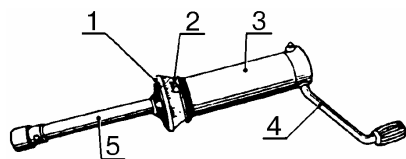
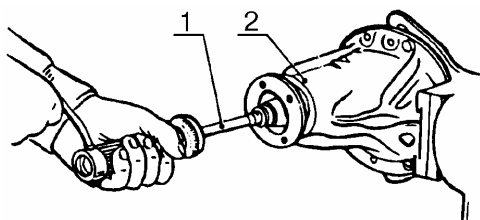

Рис.16.
Рис.17.
6.10.1 Установить указатель 2, рис.16, ограничения момента динамометра на деление шкалы, соответствующей максимально допустимому моменту сопротивления подшипников.
6.10.2 Установить динамометр 1, рис. 17, на гайку ведущей шестерни редуктора 2 и рукояткой динамометра выполнить несколько оборотов по часовой стрелке. При этом подвижный указатель 1, рис.16, не должен переходить за указатель 2 и должен показывать не менее минимально допустимого момента сопротивления подшипников.